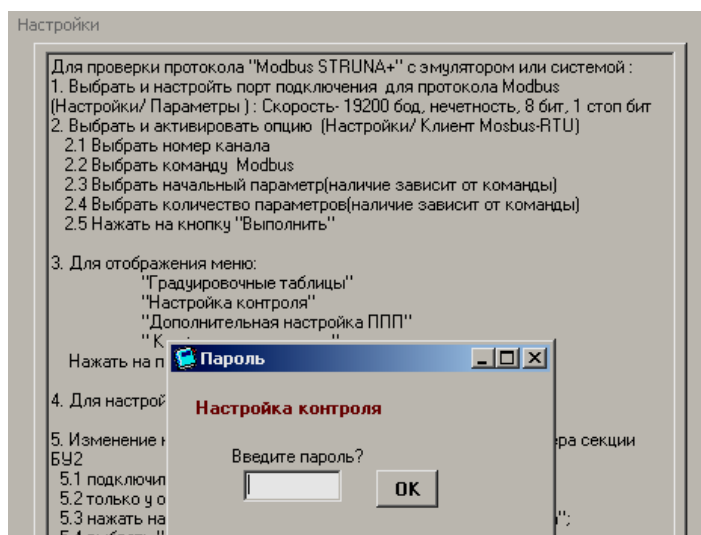

Рисунок 6.2
6.3 Ввести системный пароль (рисунок 6.2) для входа в форму конфигурации каналов. Первичный системный пароль – 11907 (смена пароля выполняется с БИ1).